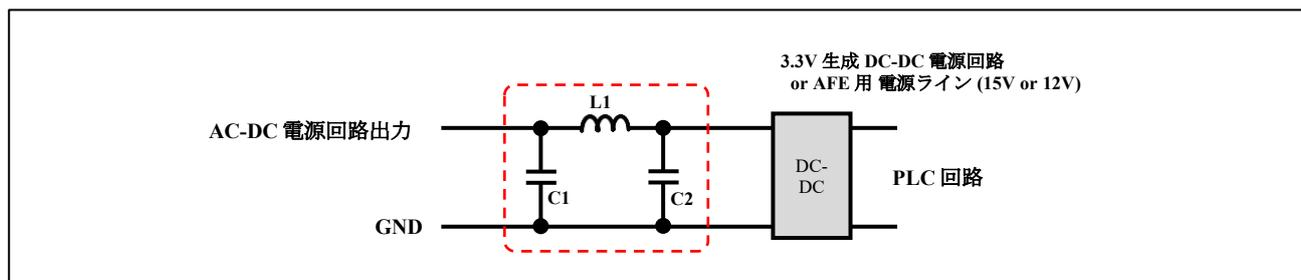

Figure 1-9 DC 電源回路入力部のノイズフィルタ挿入例
- ・ AC-DC 電源回路のノイズ除去の為、また、DC 電源回路側で発生するスイッチングノイズ等が他の電源回路に影響することを低減する為、3.3V 生成 DC-DC 電源回路や AFE 用電源ライン (15V or 12V) の DC 電源回路入力部に LC 回路で構成するノイズフィルタを挿入することを推奨します。DC 電源回路用入力ノイズフィルタの回路例を Figure 1-9 に、DC 電源回路入力部のノイズフィルタの回路定数例を Table 1-3 に示します。